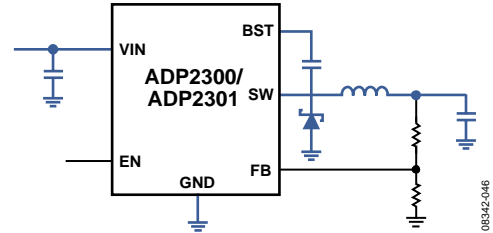

图49. 带高电流走线(显示为蓝色)的典型应用电路
- 确保高电流环路的走线尽可能短而宽。高电流通路如图49所示。